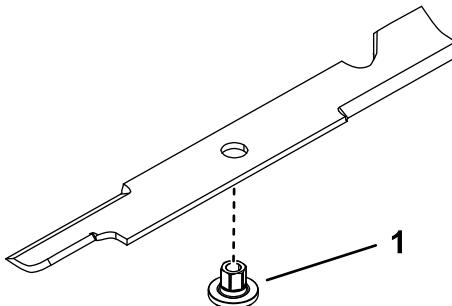

Figura 100
1. Instale el buje a través de la cuchilla con la brida del buje en el lado inferior (lado del césped) de la cuchilla (Figura 100).